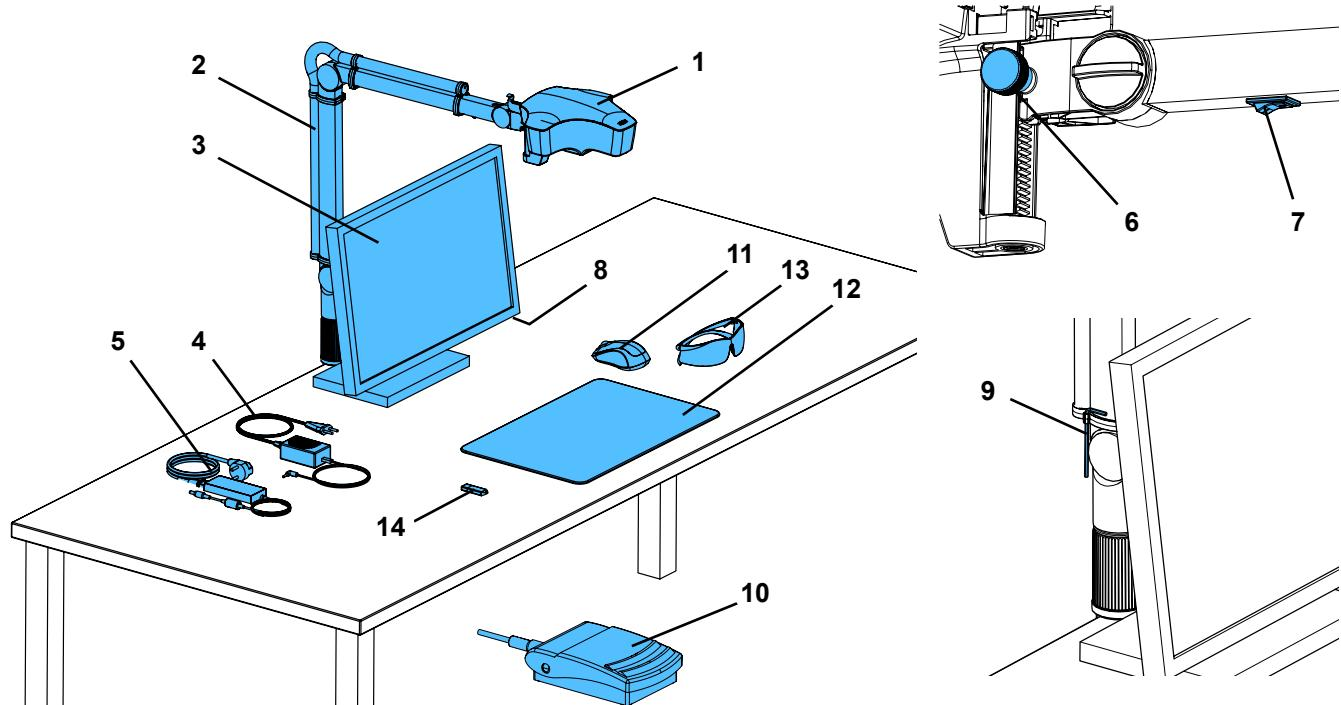

Рис. 1
- ⇒ Поместите подложку для стола (12, Рис. 1) на рабочий стол.